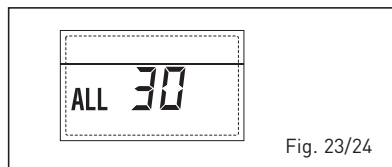

Fig. 23/24
- ANOMALÍA Sonda IMPULSIÓN CASCA-DA "ALL 31" (fig. 23/25)